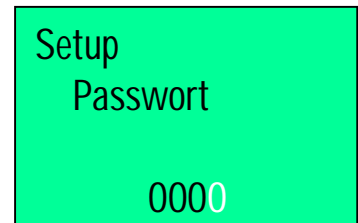

Abb. 2.38
- Taste **OK** drücken, um zu diesem Menü zu gelangen (Abb. 2.38).